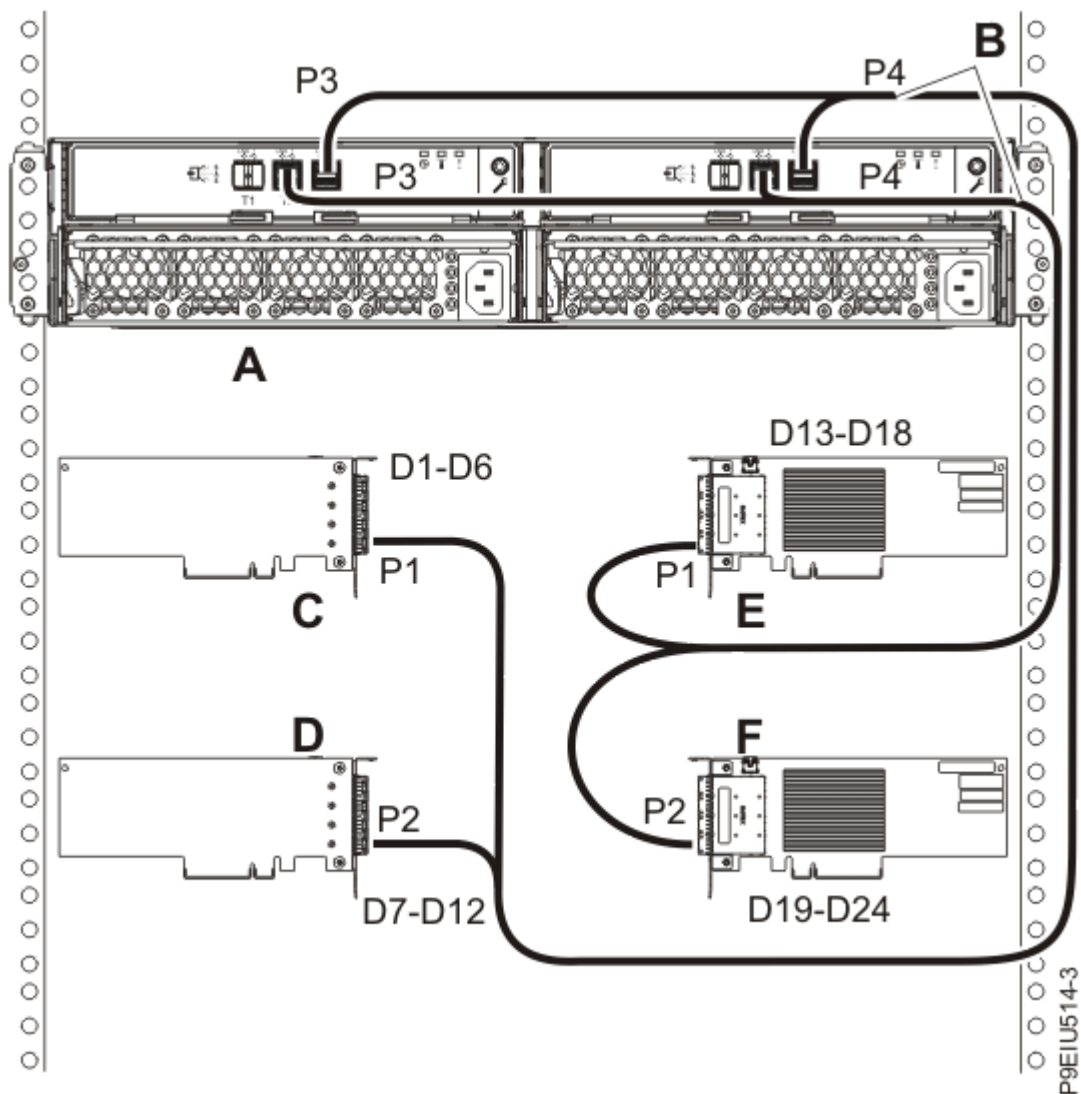

Figura 23. Conexão de modo 4 de um Gabinete de armazenamento ESLL ou ESLS, usando cabos X12, para quatro adaptadores SAS FC EJ0J ou FC EJ0M independentes
23. Conclua uma conexão de modo 4 de um gabinete (A), usando cabos X12 (B), para quatro adaptadores SAS FC EJ0J ou FC EJ0M independentes, conforme mostrado em Figura 23 na página 29. Em seguida, continue com o “Conectando cabos, cabos de energia e instalando tampas” na página 30.